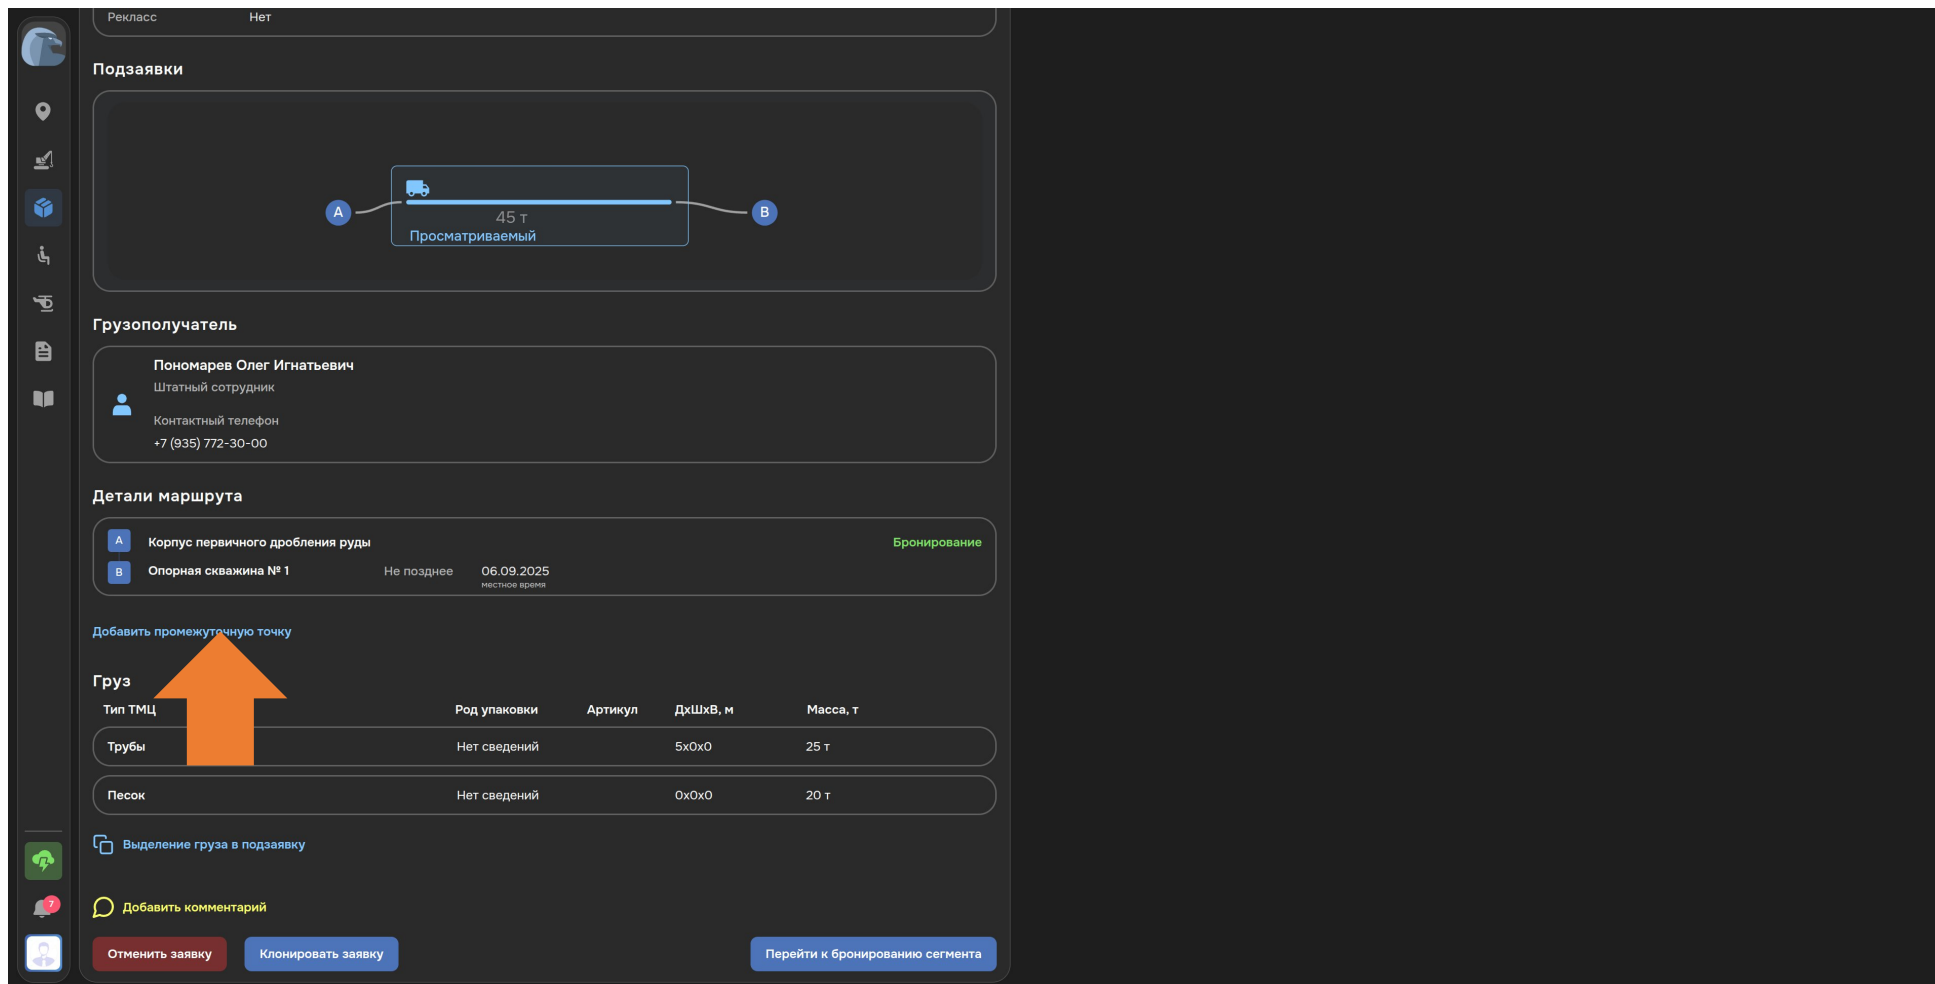

Рисунок 38. Просмотр информации о Заявке на перевозку грузов
2. В открывшемся интерфейсе нажмите кнопку «Добавить промежуточную точку» для добавления промежуточной точки маршрута (см. Рисунок 38), а затем заполните необходимые поля и нажмите кнопку «Добавить» (см. Рисунок 39).